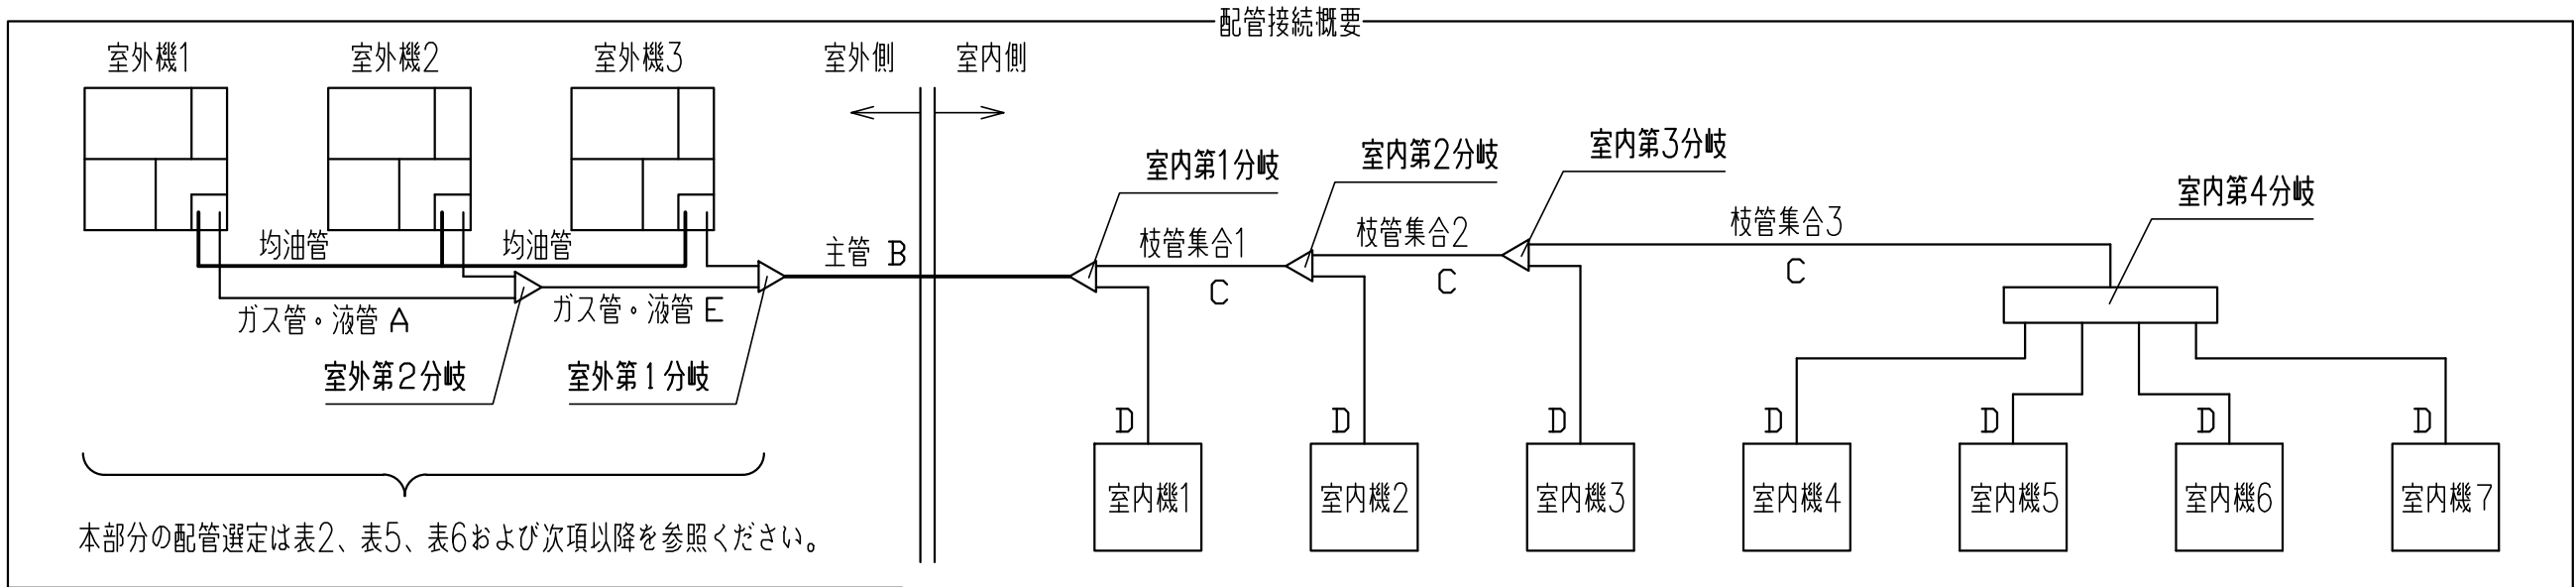

図1
(1) 主管(室外側の分岐～室内側の第一分岐間): 図1のB部
- (2) 室外機～室外機側の分岐間: 図1のA部
- (3) 室内側の第一分岐～室内側分岐間: 図1のC部
但し、主管(図1のB部)サイズを超えないでください。
- (4) 室内側分岐～室内機間: 図1のD部
- (5) 3台組合せ用室外分岐管間配管選定: 図1のE部